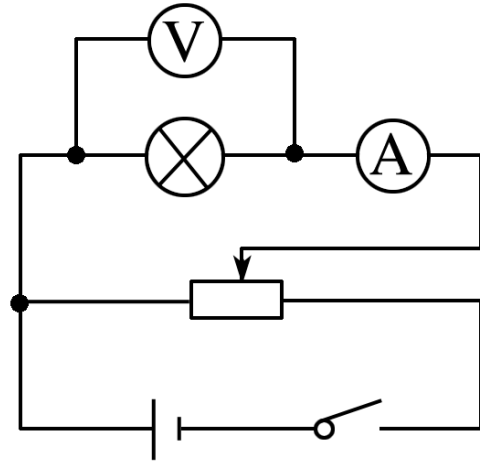

图 9
(1) 实验原理
① 定值电阻的伏安特性曲线是直线，而小灯泡灯丝的电阻随温度的升高而增大，故其伏安特性曲线为曲线。
② 用电流表测出流过小灯泡的电流，用电压表测出小灯泡两端的电压，测出多组 $(U、I)$ 值后，在 $U - I$ 坐标系中描出对应点，用一条平滑的曲线将这些点连接起来，就得到小灯泡的伏安特性曲线。
(2) 电路设计 (如图 9 所示).